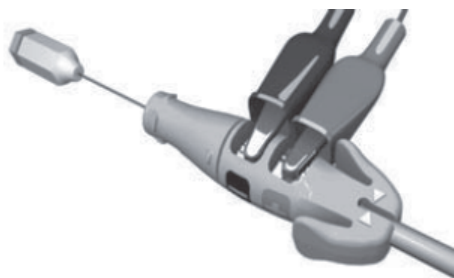

図7:PSAのケーブルのEZ-4コネクタツールへの接続
① ペーシングシステムアナライザ (PSA) のケーブルのワニロクリップをEZ-4コネクタツールのスプリング接点(－)とスプリング接点(＋)に接続する(図7)。
② EZ-4コネクタツールの使用により、ワニロクリップによるターミナル部の損傷、およびターミナル接続部の橋絡を防止することができる。